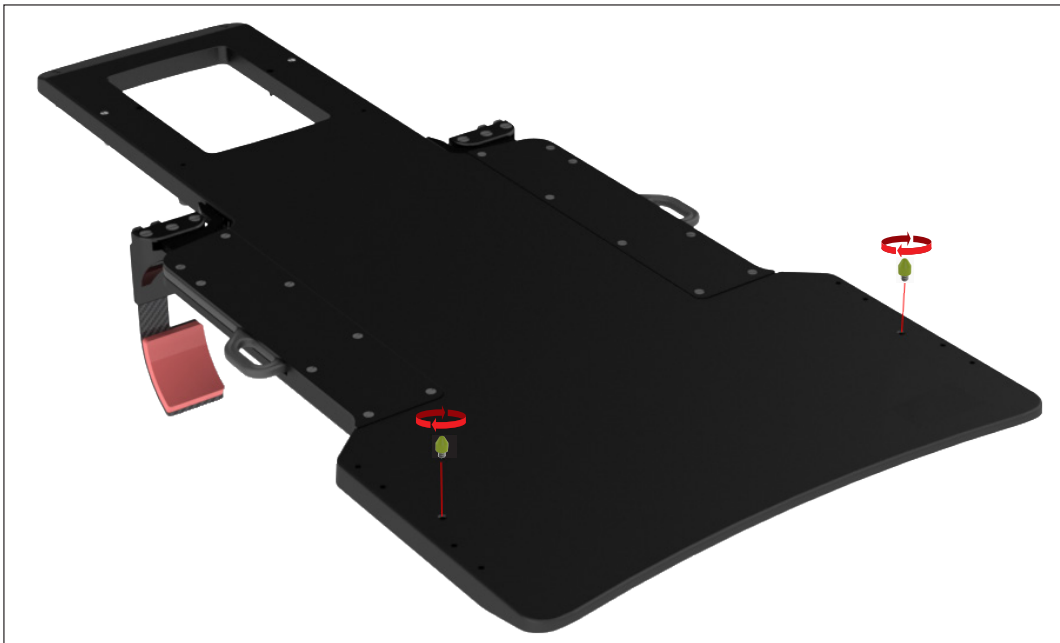

Abb. 4
1. Den gelben konischen Ausrichtungsadapter direkt an der Unterseite der Vorrichtung anbringen (jeweils einen auf jeder Seite) (Abb. 4 und 5).